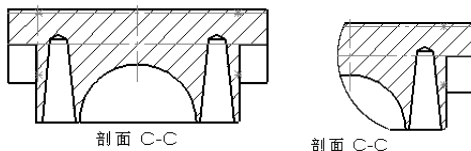

图 8-31 生成剪裁视图
(1) 激活需要裁剪的视图。
(2) 用草图绘制工具绘制封闭轮廓，如圆、封闭不规则曲线等。
(3) 单击“工程图”工具栏上的“剪裁视图”图标按钮，或在菜单栏中选择“插入”→“工程视图”→“剪裁视图”命令，封闭轮廓线以外的视图消失，生成剪裁视图，如图 8-31 所示。